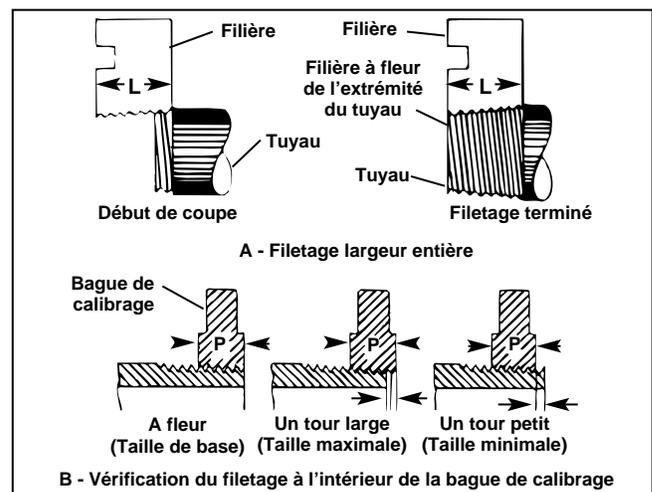

Figure 13 – Vérification de la longueur et de la profondeur de filetage
10. Vérifiez la longueur et la profondeur du filetage (Figure 13).
(Voir la Figure 13)